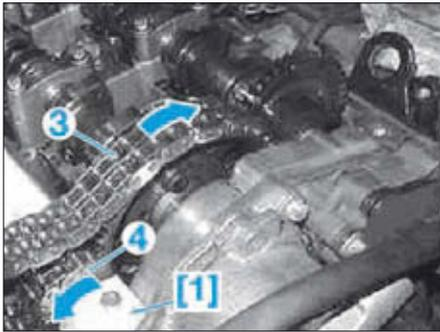

FIG. 6
- Tourner lentement le vilebrequin dans le sens de rotation moteur, jusqu'à ce que les extrémités de la chaîne neuve (3) puissent être réunies.
Tirer sur l'extrémité de l'ancienne chaîne de distribution (4) afin que la nouvelle chaîne (3) soit entraînée sans sauter de dents (flèches) (Fig.6).